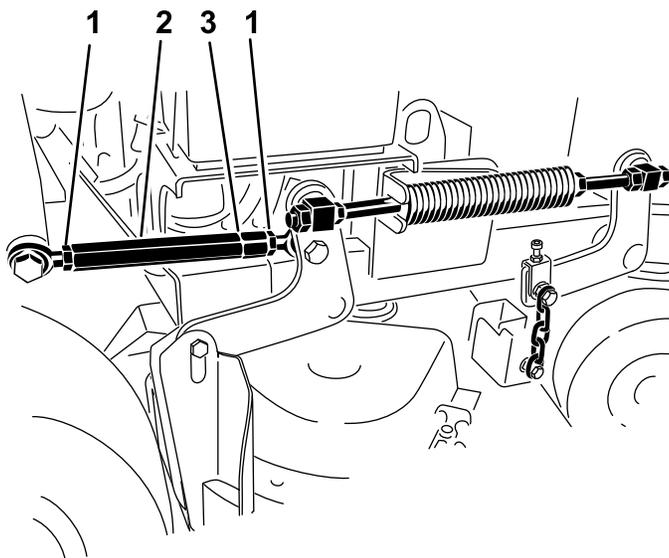

Рисунок 83
4. Ослабьте контргайки на обоих концах винтовой стяжки (Рисунок 83).
Примечание: Конец винтовой стяжки с канавкой имеет левую резьбу (Рисунок 83).